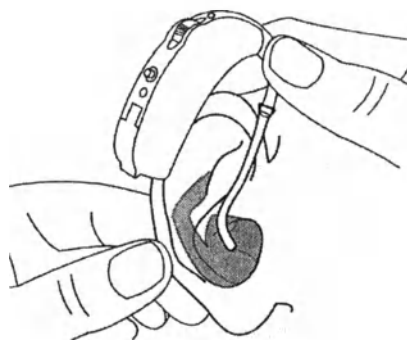

Рисунок 6 – Установка ушного вкладыша в слуховой проход
2.1.4.2 Оттяните вниз мочку уха и слегка вдавите ушной вкладыш в слуховой проход (рисунок 6).